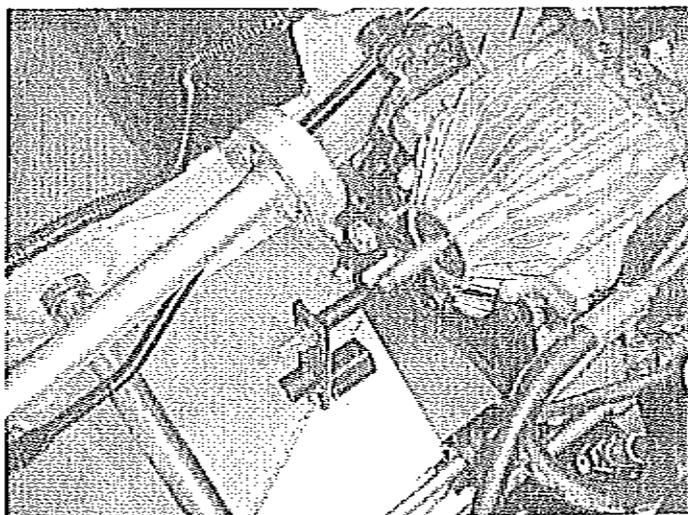

Bild 4
- Demontieren Sie den Ventilatorflügel und die am Hydrostaten vorhandene Flanschscheibe (Bild 4)